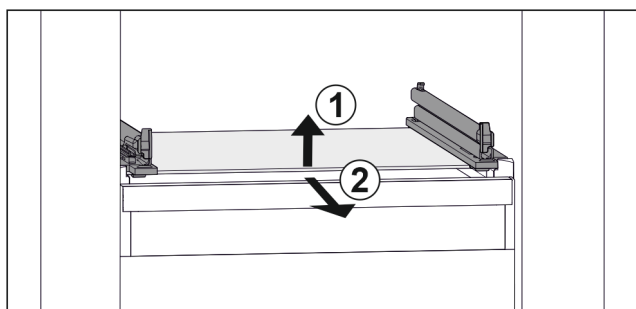

Fig. 68 Příklad znázornění skleněné desky
- ▶ Nadzvedněte skleněnou desku vpředu. Fig. 68 (1)
- ▶ Vyjměte skleněnou desku dopředu. Fig. 68 (2)